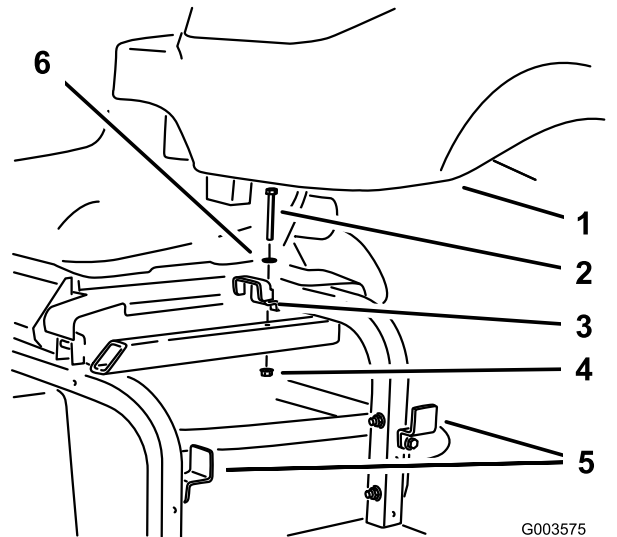

图 23
2. 将液压油箱安装到机架并用之前卸下和松开的 3 个支架将其固定 图 23。